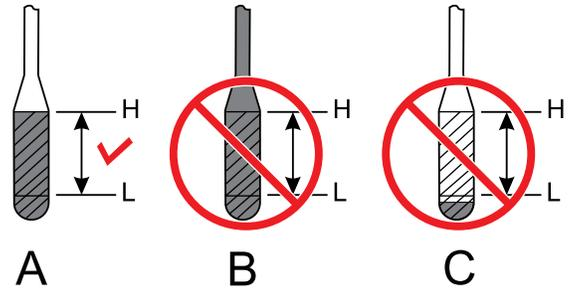

Figure 9. Jauge d'huile moteur
3. Réinsérez la jauge, puis retirez la jauge de son support. Vérifiez le niveau d'huile indiqué sur la jauge (Figure 9).